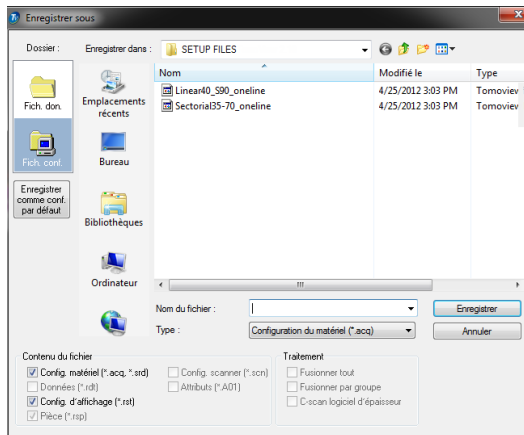

Figure 4-3 Boîte de dialogue Enregistrer sous
2. Dans la boîte de dialogue **Enregistrer sous** qui apparaît (voir la Figure 4-3 à la page 240) :